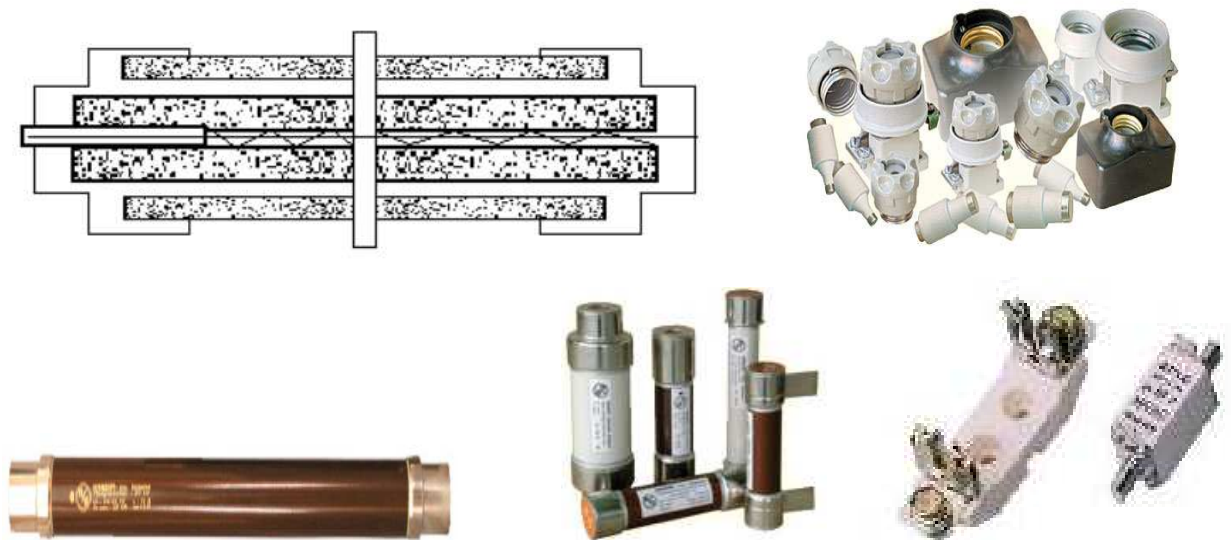

Fig.9 Siguranțe fuzibile
În anvelopa 1 de porțelan (fig.9) se află suportul ceramic 2 care are bobinat pe el după o elice, firele fuzibile (7). La o extremitate a suportului 2 se plasează dispozitivul de semnalizare 6 a funcționării siguranței. În priza 3 se fixează prin presare capătul unui fir de alamă 4 și capătul unui fir de oțel 8 tensionat cu resortul 5. Curentul derivat prin firul de alamă este neînsemnat în raport cu curentul ce trece prin conductoarele de Ag. După topirea firelor de argint și anularea practic a curentului se va topi și firul de alamă apărând arcul electric în interiorul suportului ceramic. Apoi se topește și firul de oțel eliberând indicatorul 6 de semnalizare.